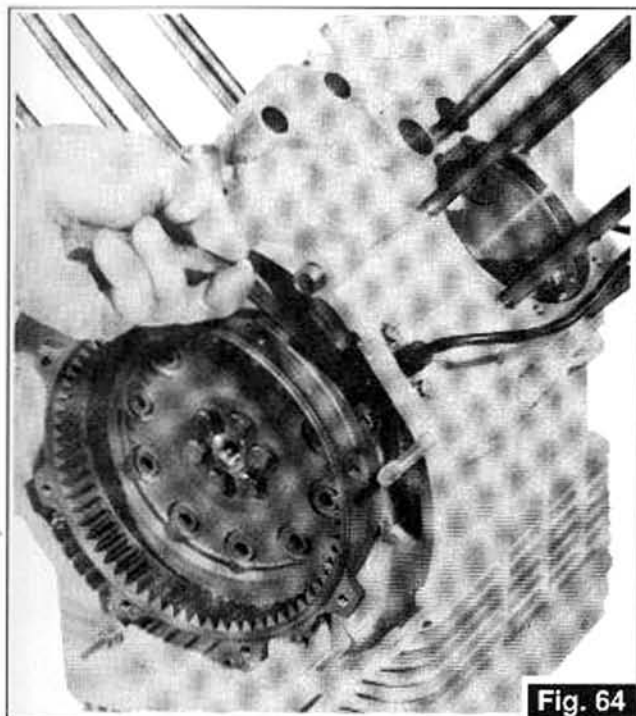

Fig. 64
- Vérifiez l'entrefer entre l'extrémité du capteur de phase et la surface des dents obtenues sur le volant moteur. Entrefer attendu $0,3 \pm 0,8$ mm (Fig. 64).
- Überprüfen, ob der Luftspalt zwischen dem Phasensensor und der Oberfläche der auf dem Motorschwungrad herausgearbeiteten Zähne dem vorgesehenen von $0,3 \pm 0,8$ mm (Abb. 64) entspricht.